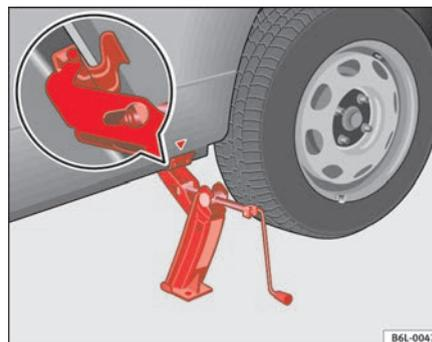

Fig. 137 Posizionamento del cric
- Applicare il cric in modo che la staffa faccia presa in corrispondenza della nervatura del montante inferiore e che la base mobile appoggi bene a terra ⇒ fig. 137.